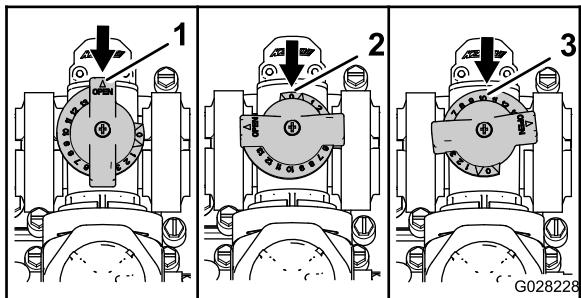

Figura 47
- La válvula de desvío de agitación se encuentra en la posición de ABIERTA como se muestra en A de Figura 47.
- La válvula de desvío de agitación se encuentra en la posición de CERRADA (0) como se muestra en B de Figura 47.
- La válvula de desvío de agitación se encuentra en una posición INTERMEDIA (relativa al manómetro del sistema de fumigación) como se muestra en C de Figura 47.